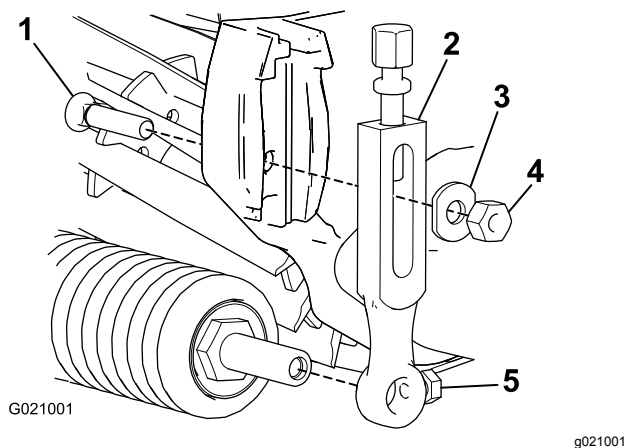

Bild 1
1. Entfernen Sie die Befestigungsschraube, Scheibe und Mutter, mit denen einer der Schnitthöhenarme an der Seitenplatte der Schneideinheit befestigt ist (Bild 1).
2. Lösen Sie die Rollenbefestigungsschrauben in den Schnitthöhenarmen (**Bild 1**).
3. Schieben Sie den Schnitthöhenarm von der Rollenwelle (**Bild 1**).